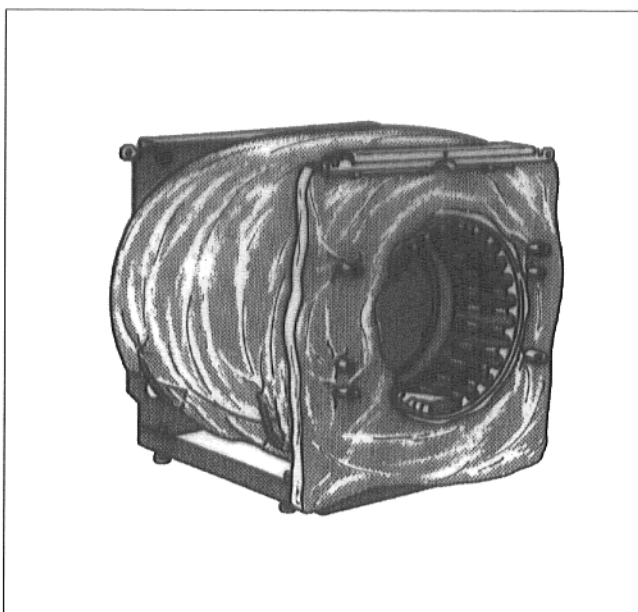

Fig. 9
- Accrocher le revêtement calorifuge de la face avant dans les charnières de la porte brûleur à l'aide des fentes (Fig. 9)